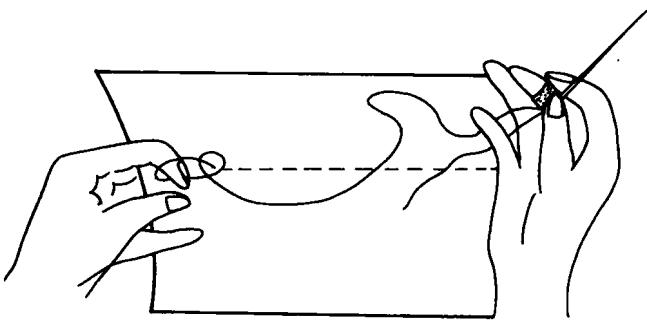

图 1-4
- 左手捏住线圈，右手将线拉紧成结，食指迅即放脱线圈。止针结要正好扣紧在布面上，以免缝线松动，影响缝纫质量。见图 1-4。